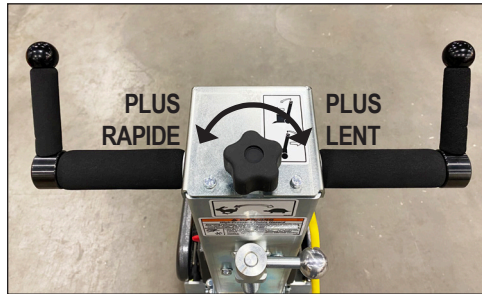

FIG. 4
### Contrôle de vitesse (Figure 4)
3. Tourner le bouton de la commande de vitesse sur la position la plus lente (Figure 4).